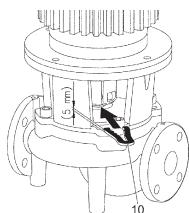

Fig. 13: Asennushaarukan asettaminen paikalleen
10. Työnnä asennushaarukka (Fig. 13, pos. 10) tiivistelaipan ja kytkimen väliin. Asennushaarukan täytyy istua ilman välyksiä.
11. Kiristä ensin hiukan kytkinruuveja (Fig. I/II/III/IV/V, pos. 1.41), kunnes kytkinkuoren puolikkaat ovat säätölevyjä vasten.
8. Irrota kytkin (Fig. I/II/III/IV/V, pos. 1.5).
9. Avaa moottorin kiinnitysruuvit (Fig. I/II/III/IV/V, pos. 5) moottorin laipasta ja nosta käytöö sopivalla nostolaitteella pumpusta.
13. Työnnä asennushaarukka (Fig. 13, pos. 10) tiivistelaipan ja kytkimen väliin. Asennushaarukan täytyy istua ilman välyksiä.
19. Avaa tiivistyslaipan kiinnitysruuvit (Fig. III/V, pos. 4) ja nosta käytöö ja tiivistelaippayksikkö (kytkin, akseli, liukurengastiihviste, juoksupyörä) sopivalla nostolaitteella pumpusta.
20. Avaa juoksupyörän kiinnitysmutterit (Fig. III/V, pos. 1.11), ota alla oleva aluslaatta (Fig. III/V, pos. 1.12) pois ja vedä juoksupyörä (Fig. III/V, pos. 1.13) pumpun akselista.
21. Irrota säätö levy (Fig. III/V, pos. 1.16) ja tarvittaessa kiila (Fig. III/V, pos. 1.43).
22. Irrota liukurengastiihviste (Fig. III/V, pos. 1.21) akselista.